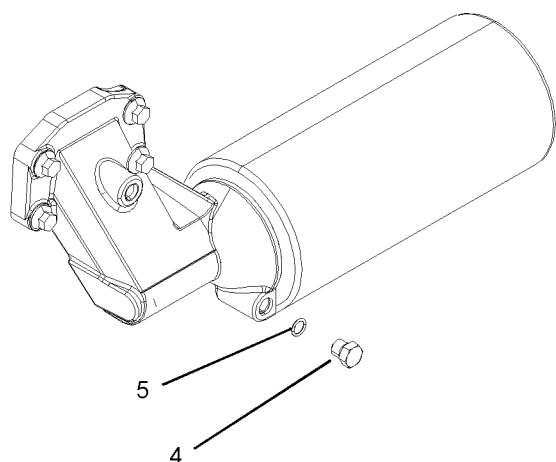

图 45
注: 某些机油滤清器可以水平安装。请参考图 45。这种类型的机油滤清器组件在拆卸滤清器前能够排空。该排放塞的扭矩 (4) 为 12 N·m (8 lb ft)。如果需要，安装新的 O 形密封圈 (5)。从步骤 1 开始，拆卸和安装机油滤清器。